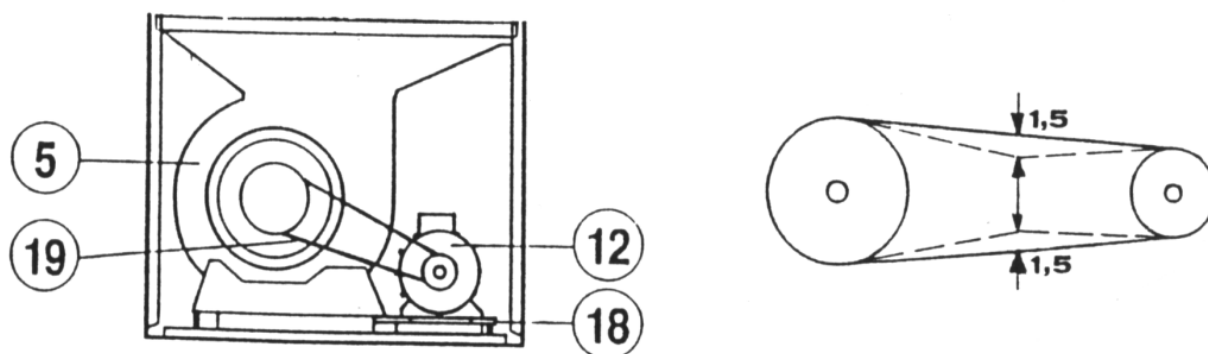

Рисунок 8 Компоненты воздухонагревателя
- натяжение ремней: сжимая обеими руками, ремень должен прогибаться приблизительно на 2-3 см (см. **Рисунок 8**). Для регулировки натяжения ремня необходимо отвинтить и завинтить болт натяжного ролика, расположенный на салазках двигателя (18) **Рисунок 8**;